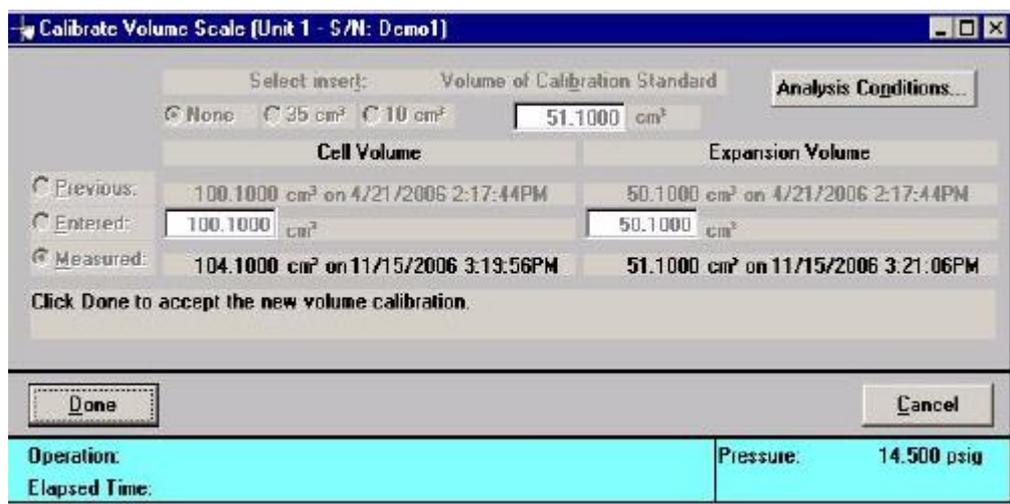

Рисунок 10 – Окно завершения калибровки ячейки
- 8.8 После завершения калибровки появится надпись **Click Done to accept the new volume calibration**, нажать **Done**, чтобы принять новое значение (рис. 10). Не вынимать стандартные образцы из ячейки;